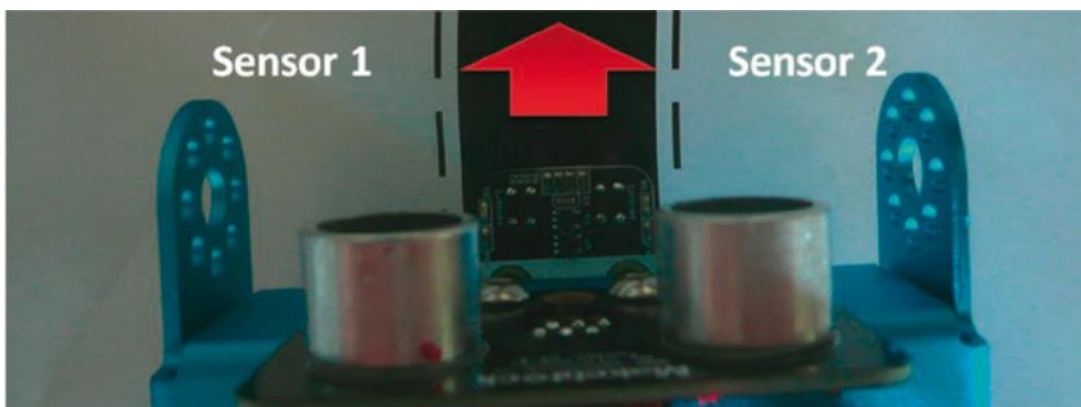

Abbildung 17:Linienfolgers-Sensor (Quelle[Open Robotik für Maker])
1. Möglichkeit: Genau in der Spur. Die beiden Led leuchten nicht nach dem Abb.17
Wie aus den beiden obigen Abbildungen (Abb. 16 und Abb. 17) deutlich hervorgeht, wird durch den Anschluss einer externen Sieben-Segment-Anzeige die aktuelle Temperatur von 27,86 Grad Celsius angezeigt. Diese Temperatur entspricht der Temperatur an der Unterseite des am mBot Ranger installierten Me-Augrina-Boards.